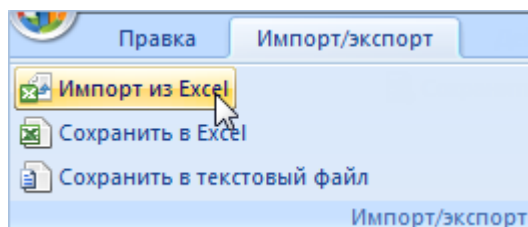

Рис. 13-388 – Импорт состояний из файла Excel
3) Выбрать окно связанных объектов «Простои» и нажать кнопку «Импорт из Excel» панели «Импорт/экспорт» (рис. 13-388).